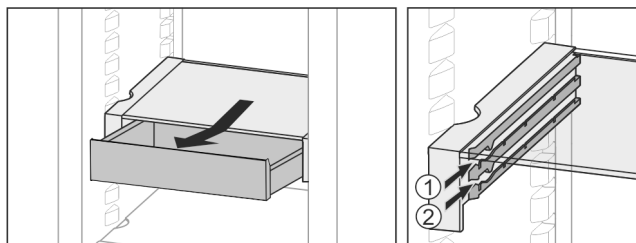

Fig. 31
- ▶ 在任意高度 Fig. 31 (1) 或 Fig. 31 (2) 推入。